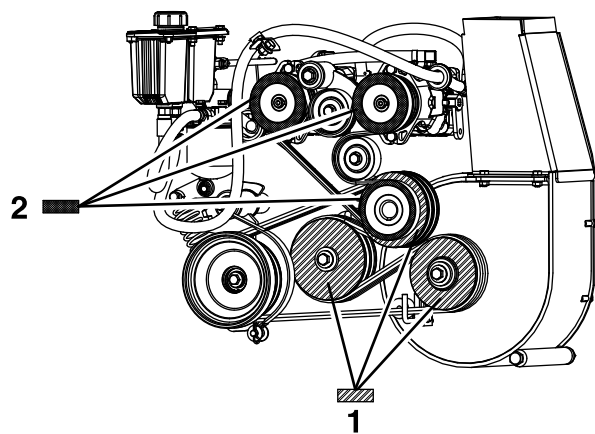

Figure 55
8. En vous servant de la poulie de ventilateur comme base de mesure, déplacez le moteur et l'arbre intermédiaire jusqu'à ce que la surface arrière des 3 poulies soit alignée à 0,8 à 1,6 mm (1/32 à 1/16 po) près (Figure 55).
4. Utilisez une règle pour aligner chaque poulie de pompe sur la poulie du moteur, en la faisant glisser sur l'arbre d'entraînement de la pompe (Figure 55).